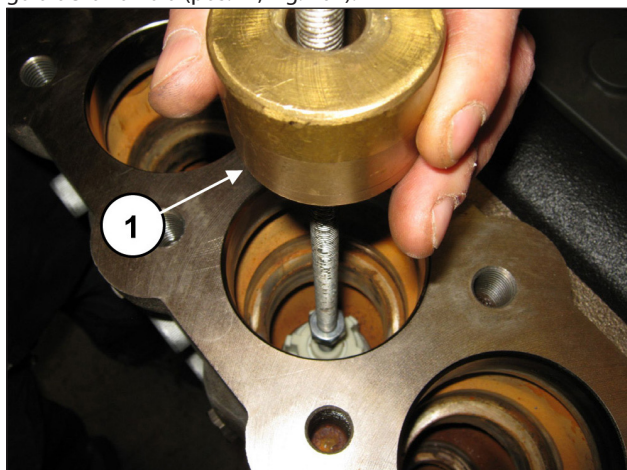

Fig. 101
Extraer el grupo de la válvula de aspiración introduciendo un extractor de percusión (cód. 27516400) en el orificio M10 de la guía de la válvula (pos. ①, Fig. 101).